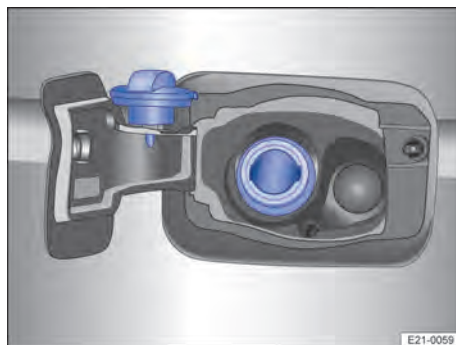

Fig. 173 Côté gauche du véhicule : trappe à carburant avec bouchon de réservoir ouvert
4. Dévissez le bouchon de réservoir et accrochez-le dans l'ouverture prévue à cet effet sur la trappe à carburant → fig. 173.